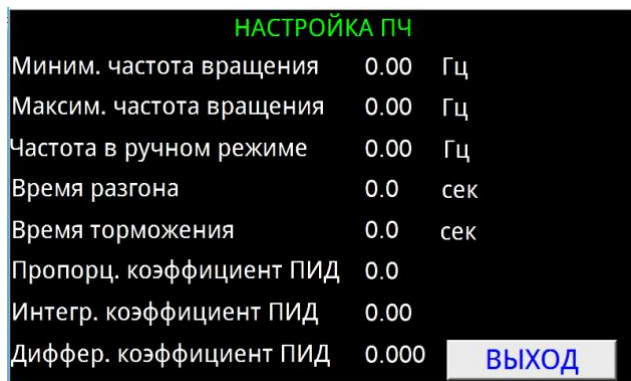

Рисунок 5 Окно «НАСТРОЙКА ПЧ»
2.2.5. В окне «Настройка ПЧ» (Рисунок 5) устанавливаются единые для *частотных преобразователей* параметры работы.
2.5.1. Для перевода шкафа управления в ручной режим работы установите переключатель режимов работы в положение «РУЧ.». После этого соответствующий ПЧ будет запущен и выйдет на рабочую частоту в ручном режиме. Изменить этот параметр можно в окне «НАСТРОЙКА ПЧ» нажатием на соответствующее значение и вводом нового (рис.5).